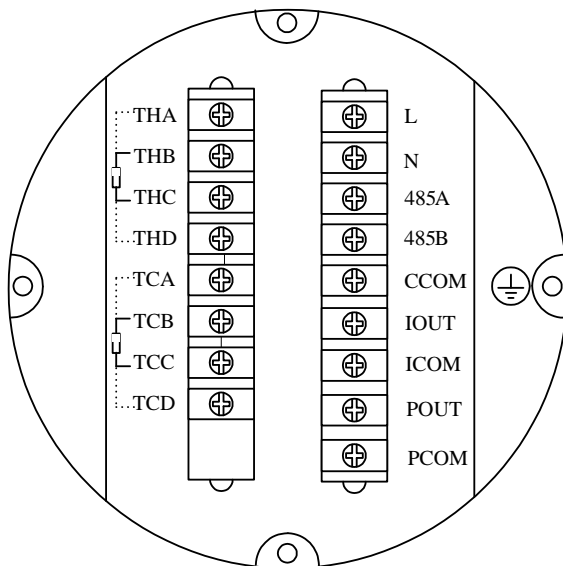
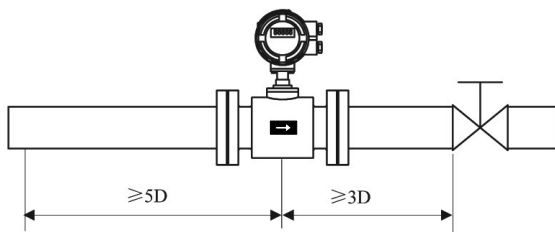

图 8
图 10
(1) 位置
(2) 避免磁场干扰
(3) 直管段长度
- 为确保流量计的测量精度，建议应保证传感器上游直管段长度至少应为 5 倍管径(5D)，下游直管段长度至少应为 3 倍管径(3D)。(参见图 8、图 9)
(4) 维修空间
(5) 对工艺上不允许流量中断的管道
- 在安装电磁流量计时应加设旁路通管和清洗口，如图 10 所示，这种装置可在流量计退出使用的情况下，保证设备系统连续工作。
(6) 电磁流量计的支撑